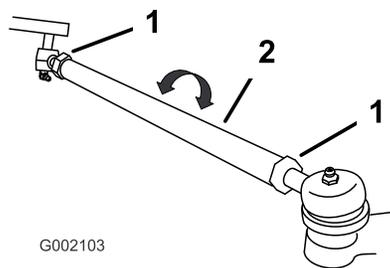

Figura 55
- Se a medição obtida não se situar entre 0 e 6 mm, desaperte as porcas de retenção nas extremidades das barras (Figura 55).